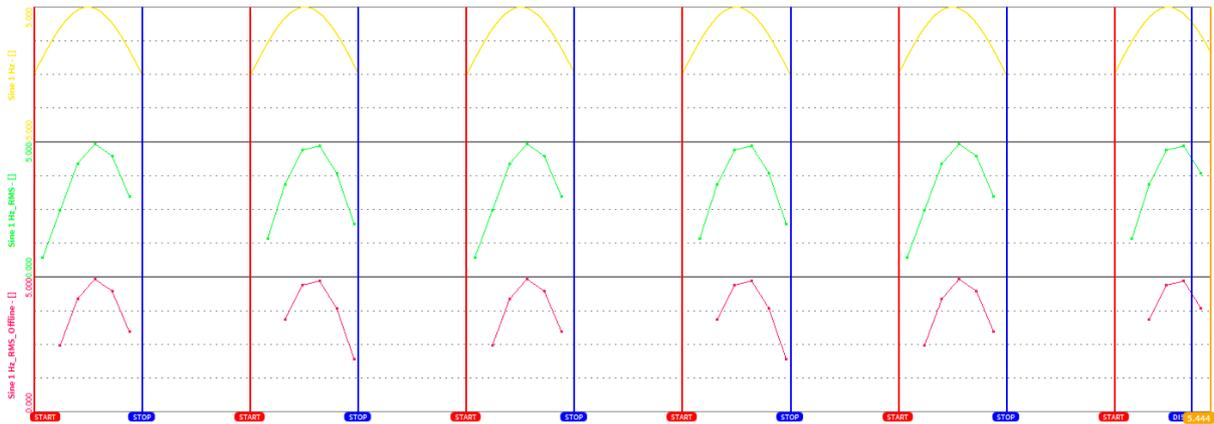

Abb. 7.180: Abweichung zwischen offline und online berechneten Statistikkanälen im Fall einer ereignisgesteuerten Aufzeichnung
- Bitte beachten Sie, dass ein offline erstellter Statistik-Kanal sich von einem online Statistik-Kanal unterscheidet, z.B. am Anfang der Datei oder im Fall von ereignisgesteuerten Aufzeichnungen (siehe *Triggerereignisse*). Im Beispiel, dargestellt in *Abb. 7.180*, ist der grüne Kanal ein online berechneter Statistik-Kanal, angewendet auf den gelben Analogkanal, und der rote Kanal ist ein offline berechneter Statistik-Kanal, auch angewendet auf den gelben Analogkanal, mit denselben Einstellungen. Die Abweichung zwischen dem grünen und roten Kanal entsteht aufgrund der Verfügbarkeit der vollen analogen Daten während der online Berechnung. Während der offline Berechnung, sind nur die ereignisgesteuerten aufgenommen Analogdaten verfügbar.